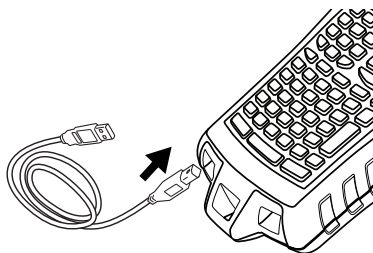

Abbildung 5
1. Stecken Sie das USB-Kabel in den USB-Port an der Unterseite des Druckers. Siehe Abbildung 5.